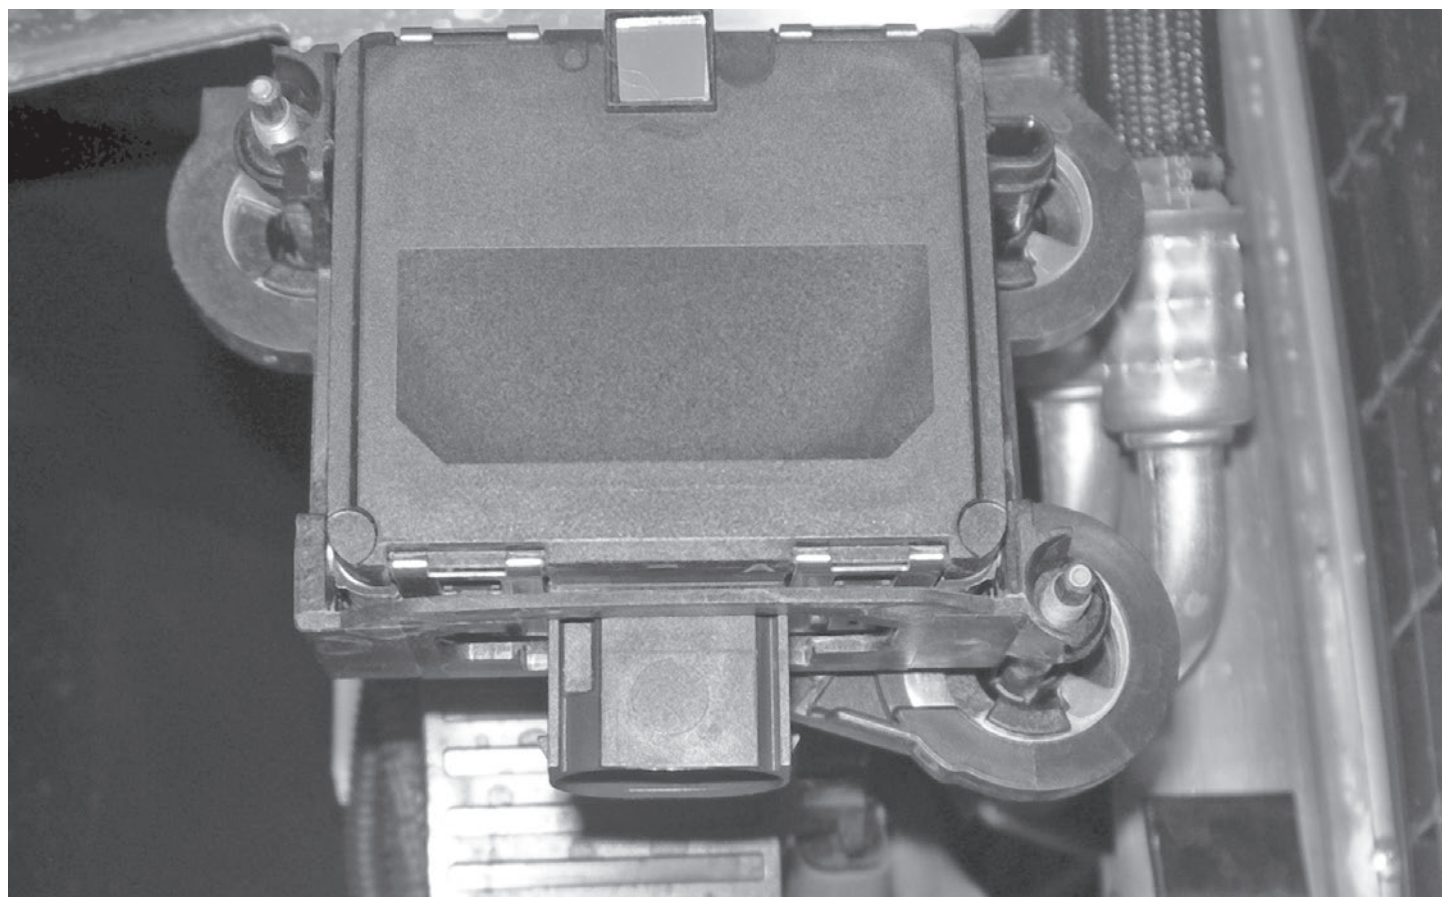

FIGURA 7
- **Nella figura 7** viene raffigurata l'operazione eseguita.